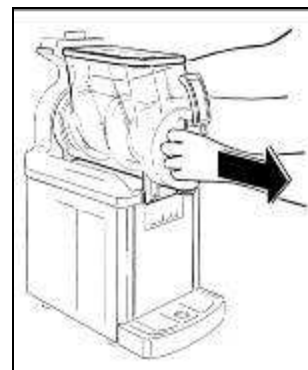

Fig. 28
- Tirare la vasca verso l'esterno e liberarla dalla propria sede (fig.28).